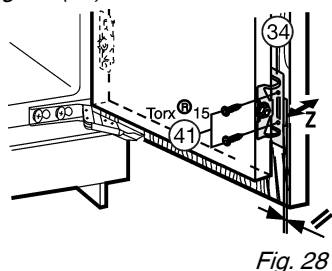

Fig. 28
- Atornille la puerta del aparato con los tornillos Fig. 28 (41) a través de las escuadras de fijación Fig. 28 (34) en la puerta del mueble.